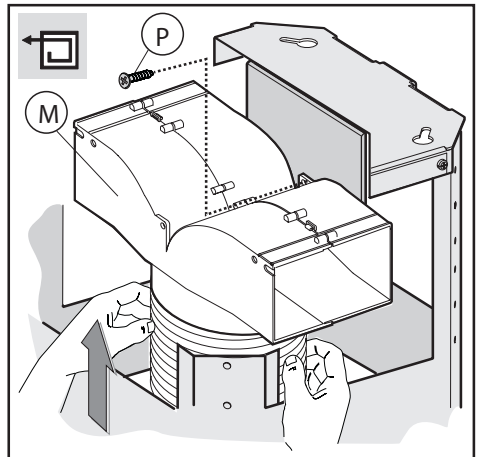
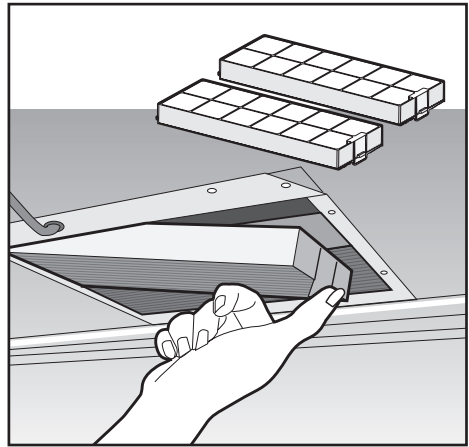
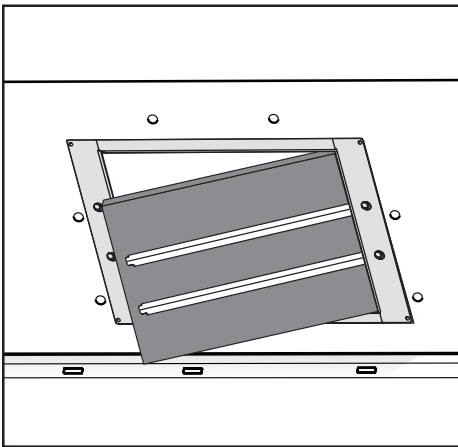

Fig.8
Fig.17
Fig.18
-Kolfilterversion: vi tillhandahåller två olika satser, en med lädkolfilter (Fig.17) och en med kolfilter som kan återställas (rengöras) (Fig.18).
-Koppla den flexibla slangen till luftavskiljare **M** och vrid åt skruven **I** enligt anvisning i (Fig.8), de aktiva kolfiltern måste sättas in på utsugningsenheten inne i fläktkåpan (Fig.17).